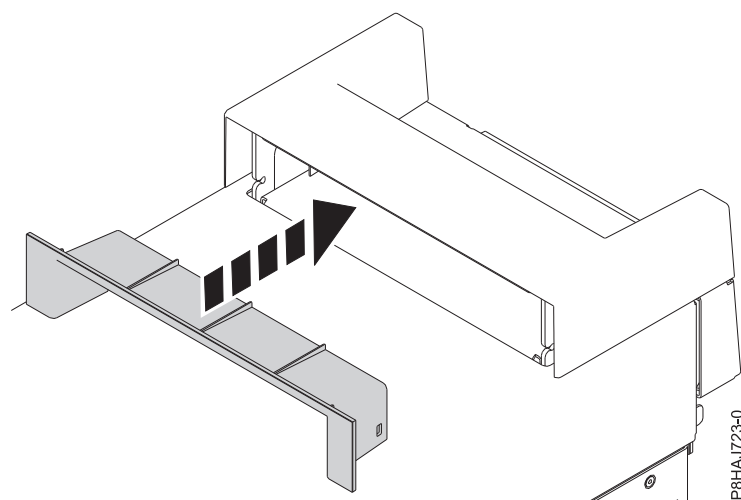

Figura 20. Inserción de la pieza en la tapa de asa en un sistema 8286-41A autónomo
2. Inserte la pieza en la tapa de asa presionándola con firmeza, tal como se muestra en la Figura 20.